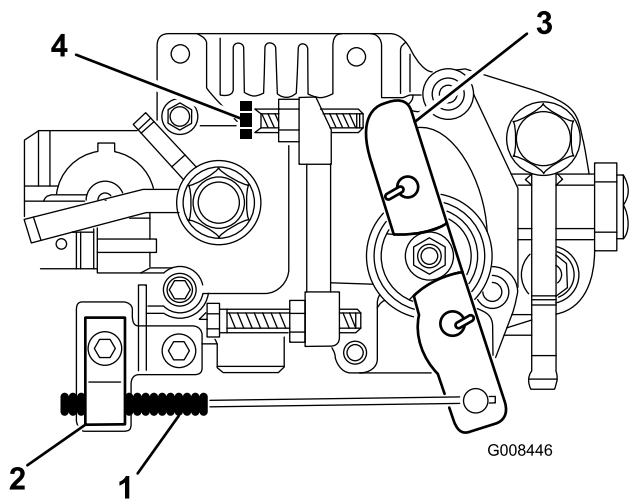

Figura 45
2. Afloje el tornillo de la abrazadera que fija el cable al motor (Figura 45).
- Empuje el cable hasta que la palanca de control de velocidad entre en contacto con el tornillo de ralentí (Figura 45).
- Afloje la contratuerca del tornillo de ralentí (Figura 45).